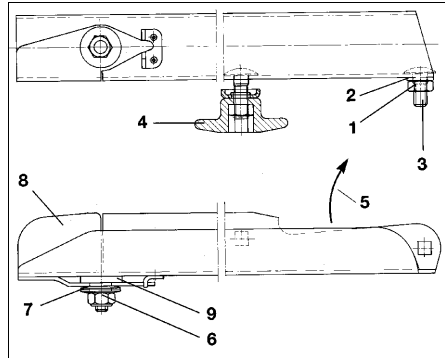

Fig. 63
- Lösen der selbstsichernden Mutter (Fig. 63/1).
- Entfernen der Unterlegscheibe (Fig. 63/2) und der Flachrundschaube (Fig. 63/3).
- Lösen der Flügelmutter (Fig. 63/4) und Streuschaufel auswechseln.
- Die selbstsichernde Mutter (Fig. 63/1) so anziehen, dass die Streuschaufel von Hand verschwenkbar ist.
Auf die korrekte Montage der Streuschaufeln achten! Die offene Seite der U-förmigen Streuschaufel weist in Drehrichtung (Fig. 63/5).